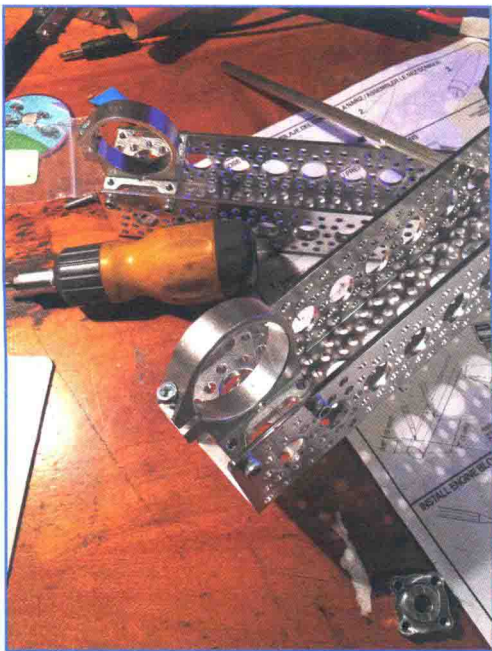

图 13.13 将马达支架固定在 12 英寸凹槽上
4. 接下来，在两条 12 英寸（30.48 厘米）凹槽的两端，利用方便的方形轮毂支架安装 4 个马达支架。图 13.13 展示了一对已经安装的支架。